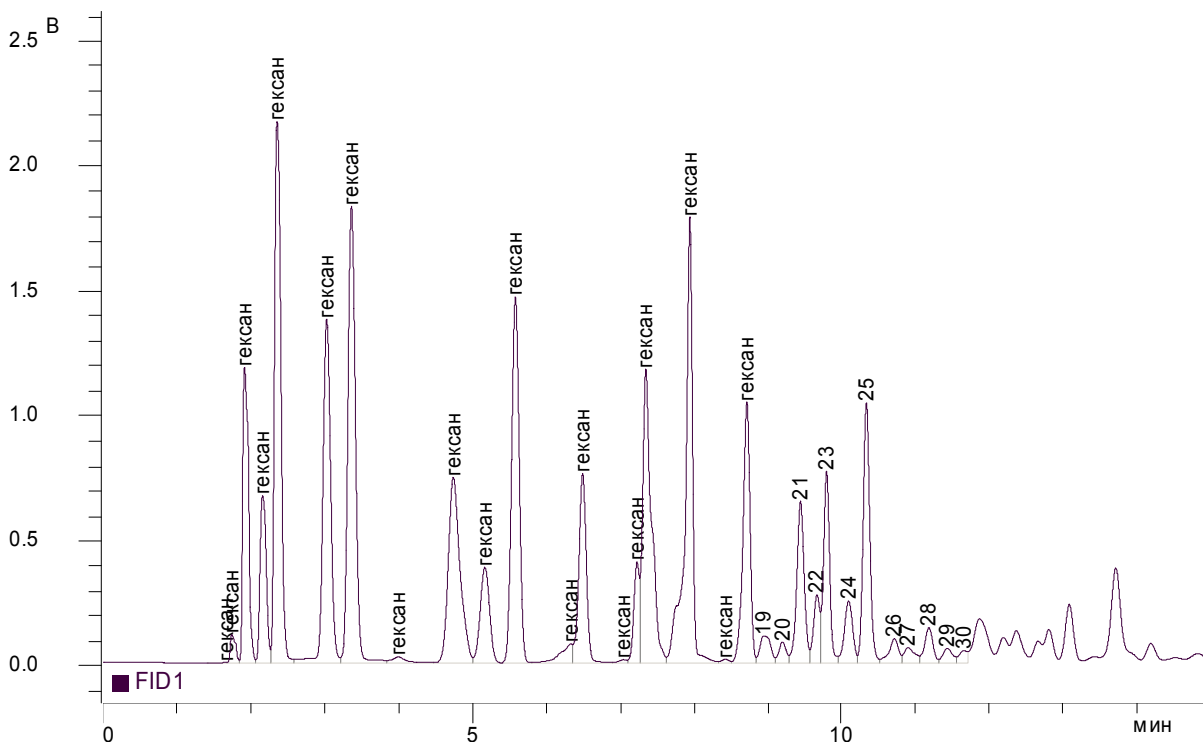

Рис. 65. Разметка хроматограммы нефти для расчёта концентраций углеводородов C1 - C7
- Назовите все пики, концентрации которых требуется рассчитать по градуировке гексана, именем «гексан» (см. Рис. 65). Это все углеводороды от C1 до C7;